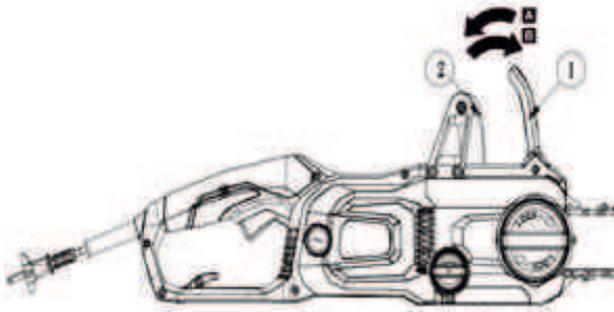

Рис. 11
9.3 Проверка тормоза цепи с выключенным электродвигателем (рис.11).
1. Чтобы отключить тормоз цепи, потяните за щиток (Рис.11 поз.1) в сторону дополнительной рукоятки (Рис.11 поз.2) в направлении стрелки А. В этом случае цепь возможно передвинуть по шине.
2. Чтобы включить тормоз цепи, переместите щиток (Рис.11 поз.1) в сторону от дополнительной рукоятки (Рис.11 поз.2) в направлении стрелки В.
9.4 Проверка тормоза цепи с включенным электродвигателем (рис.11).
4. Переместите щиток (Рис.11 поз.1) в сторону от дополнительной рукоятки (Рис.11 поз.2) в направлении стрелки В, электродвигатель остановится немедленно.